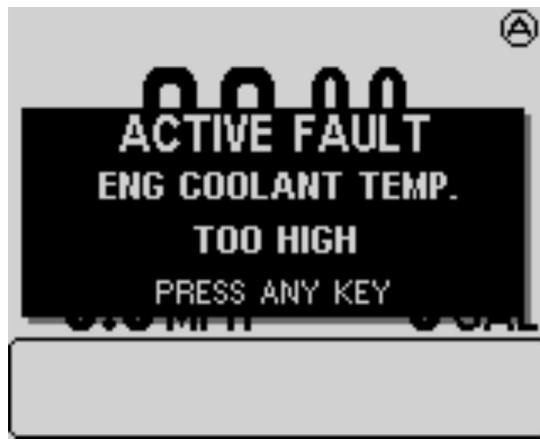

Figura 38
- A continuación se muestra un mensaje de Fallo activo (Figura 38).